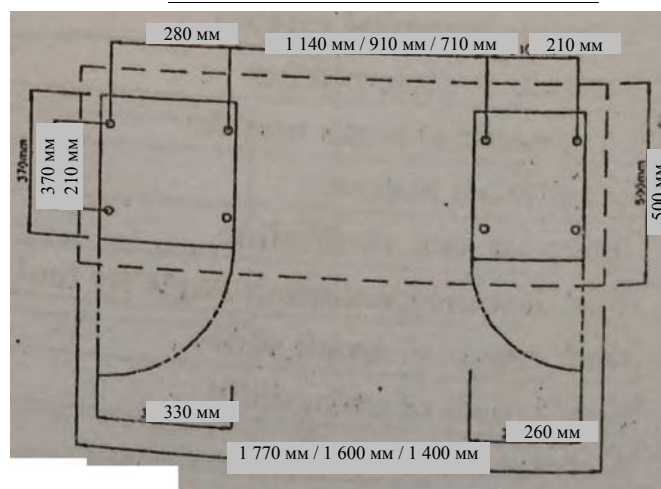

Рис. 3 Монтажные размеры для корпуса станины станка
4. Монтажные размеры станка показаны на Рис. 3. Корпус станины станка должен быть надежно закреплен на основании.